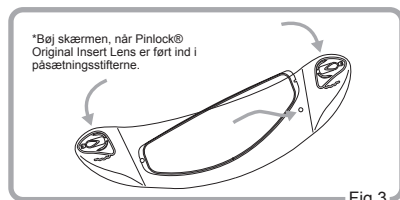

Fig.3
2. Bøj skærmen forsigtigt, indtil den er flad. Klik derefter den anden side af Pinlock® Original Insert Lens ind i påsætningsstifterne, og lad derefter skærmen forsigtigt vende tilbage til den oprindelige afrundede form. (Fig. 3 og 4) (Følg 3 på næste side)